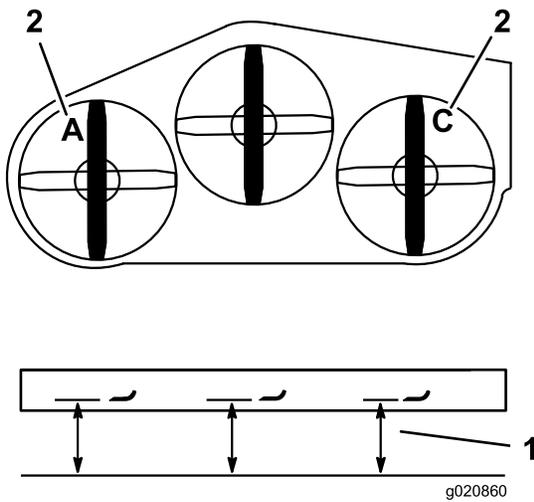

図 85
3. A位置で、平らな床面から左側のブレードの刃先までの高さを測り、測定値を記録する 図 85。
4. C位置で、平らな床面から右側のブレードの刃先までの高さを測り、測定値を記録する 図 85。
7. ヨークについている調整ボルトを使って、A位置およびC位置での高さが適正となるように調整する 図 85。
3. C 位置で、平らな床面から右側のブレードの刃先までの高さを測り、測定値を記録する 図 85。